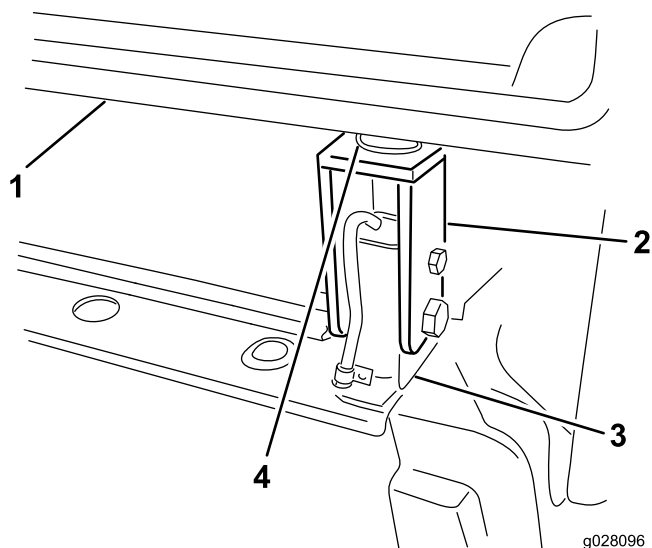

Figura 65
6. Instale provisionalmente los tacos de goma traseros y los soportes de montaje de la cabina en cada lado de los puntos de montaje traseros de la cabina (Figura 65).